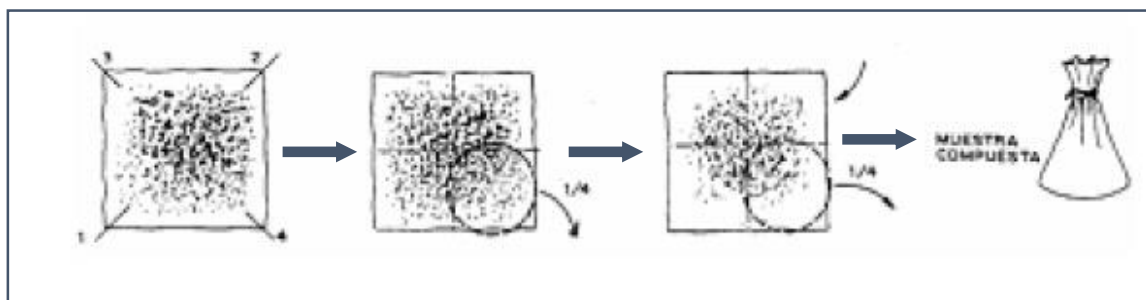

Figura 1. Homogenización y cuarteo de suelo
4. Las tres muestras por equipo se revolverán y se dividirá en cuatro partes, para tomar dos de las cuatro partes (aproximadamente 1kg) (Figura 1). Estas se etiquetarán y se guardarán para su posterior análisis.